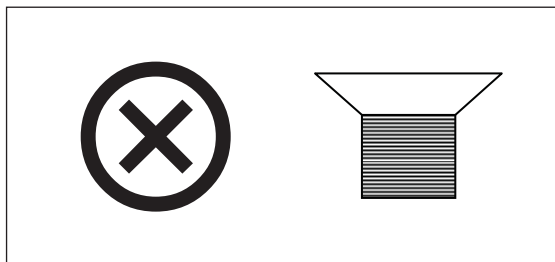

Рис. 8-4: Фиксатор зажима
1. Разместите зажим на платформе, совместив его монтажные отверстия с отверстиями на платформе. Закрепите зажим винтами с плоской крестообразной головкой, которые входят в комплект поставки (# S2116-3051, 10 – 24 x 5/16 дюйма). Чтобы определить подходящий тип винтов (см. рис. 8-4 на стр. 44), т.к. комплект поставки содержит винты 3 разных типов.